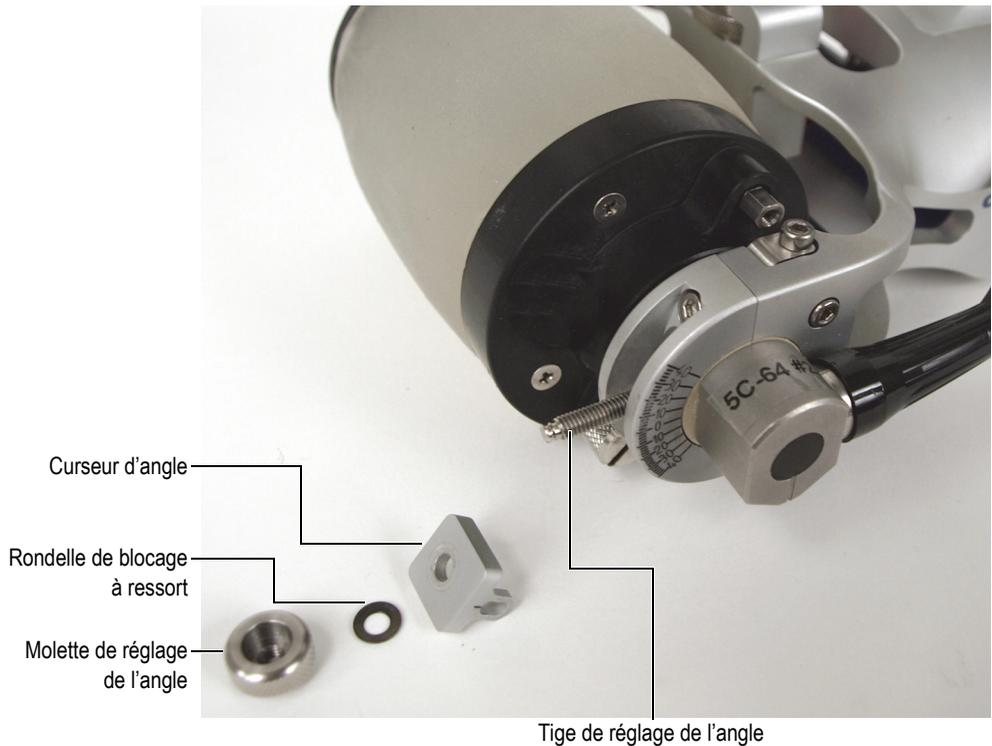

Figure 6-32 Installation des composants de réglage de l'angle de la sonde
6. Installez le curseur d'angle, la rondelle de blocage à ressort et la molette de réglage de l'angle sur la tige de réglage de l'angle située du côté câble de sonde (Figure 6-32 à la page 113).